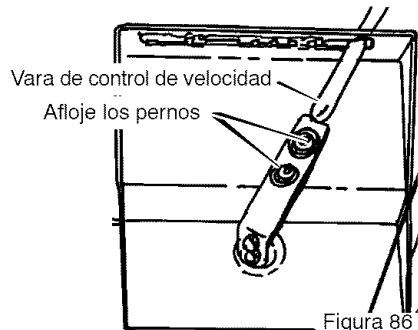

Figura 86
2. Afloje los **pernos** en la **vara de control de velocidad** (Figura 86).
4. Apriete los **pernos** que hay en la **vara de control de velocidad** (Figura 86).